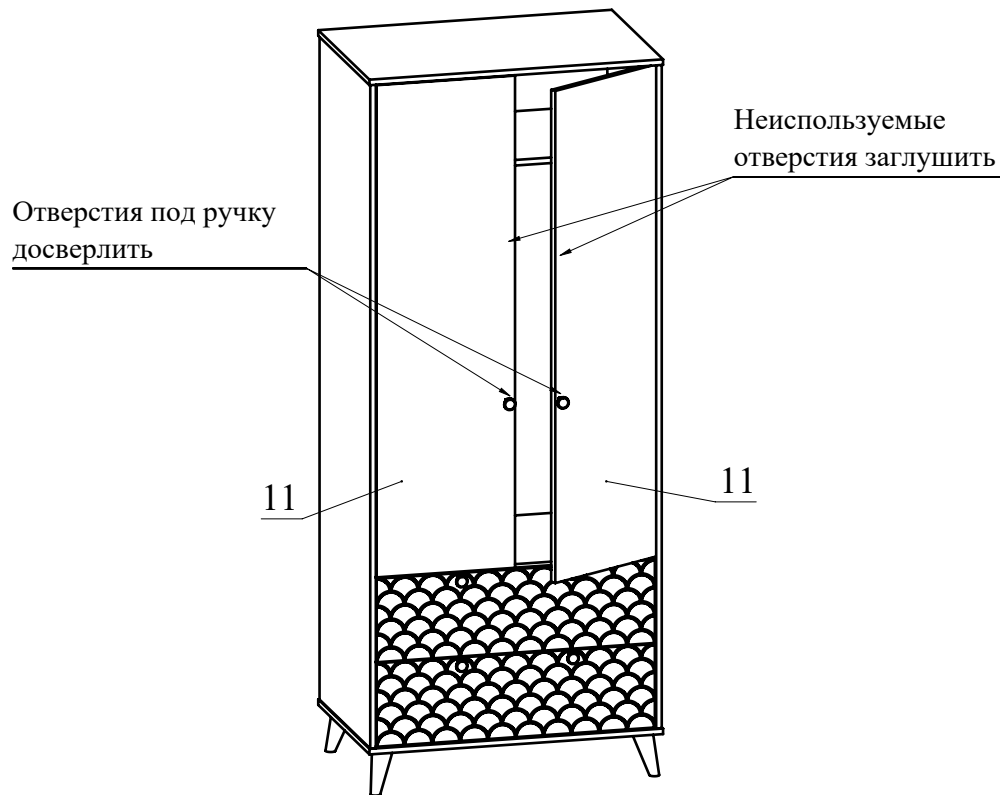

Рис.11
12. Досверлите необходимые отверстия под ручку. С помощью винтов М4х20 закрепите ручки на деталях 11. Неиспользуемые отверстия закройте заглушками-пробками (Рис. 11).